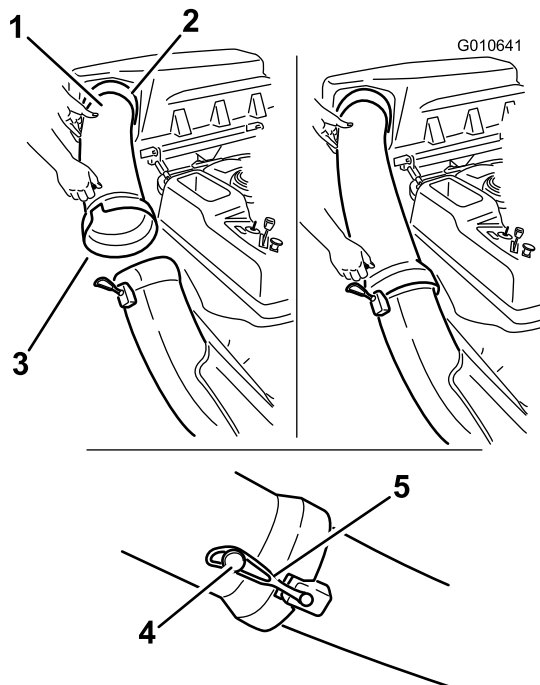

Figura 18
1. Introduzca el extremo curvo del tubo de descarga en el orificio de la tapa del ensacador (Figura 18).
2. Coloque el extremo abocinado del tubo de descarga sobre el extremo del conducto. Enganche la correa de goma del conducto alrededor de la clavija del tubo de descarga (Figura 18).